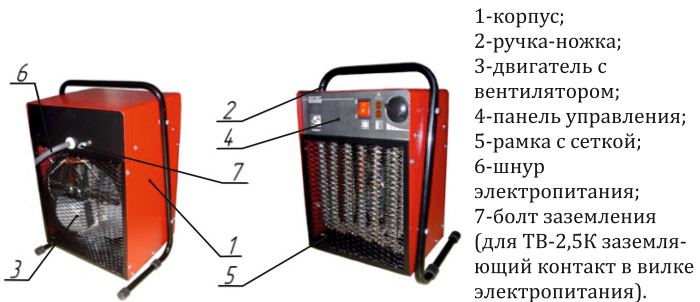

Рис.1 - Тепловентилятор
- 5.1. Несущая конструкция тепловентилятора (см. рис.1) состоит из корпуса (1) и ручки – ножки (2). Двигатель с вентилятором (3) расположен в задней части тепловентилятора. Блок управления смонтирован на основании, расположенном в корпусе. Органы управления вынесены на панель основания (4). Внутри корпуса расположены оребренные трубчатые электронагревательные элементы, закрытые с лицевой стороны тепловентилятора рамкой с сеткой (5).
5.3. Электрическая схема тепловентиляторов приведена на рис.1 Приложения.
В целях безопасности тепловентилятор должен быть заземлён гибким медным проводником сечением не менее $1,5\text{мм}^2$, надёжно закрепленным гайкой между плоскими шайбами на болте заземления (7) (см. рис.1).